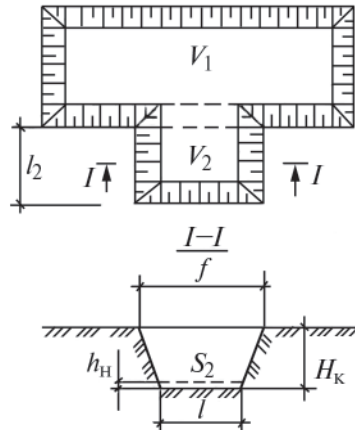

Рис. 3. План котлована
Например, на рис. 3 приведен план котлована, который можно разбить на два объема  $V_1$  и  $V_2$ .  $V_1$  подсчитывается по формуле (1), а  $V_2$  как площадь трапеции (сечение 1—1), умноженная на длину части котлована: